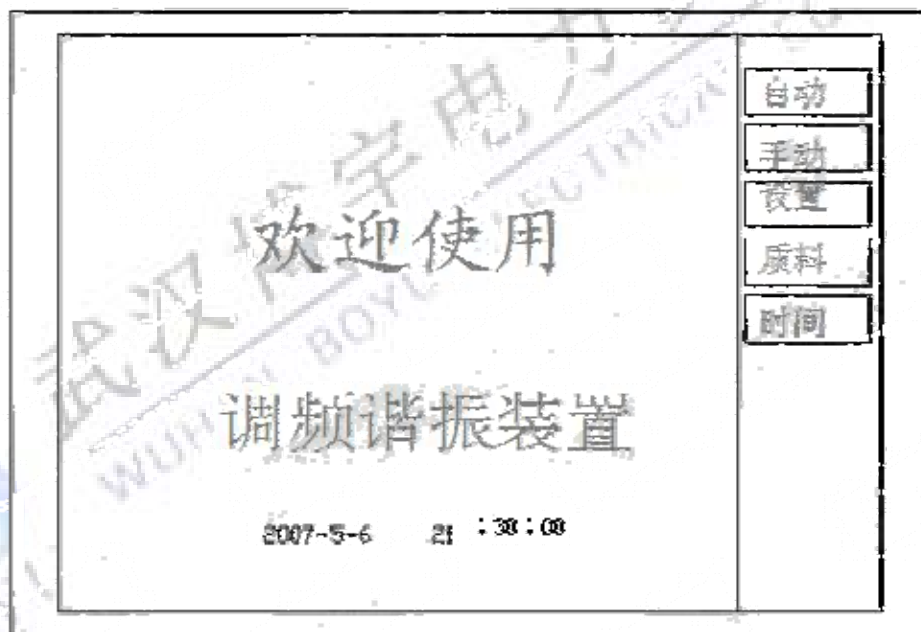
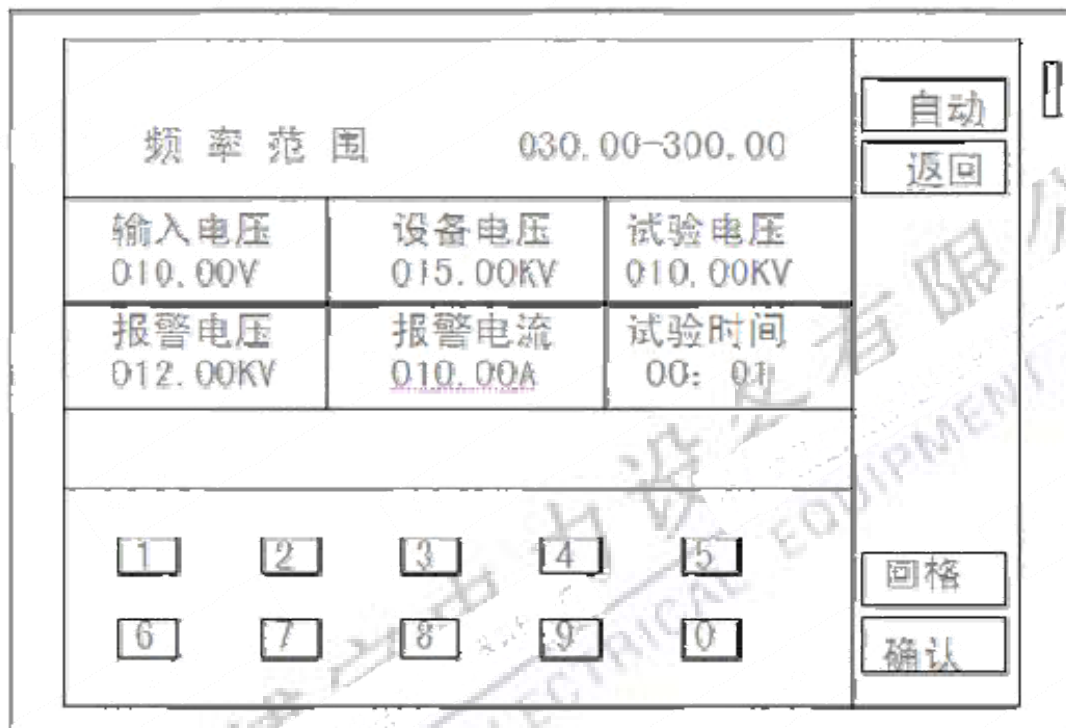

图2
图 3
#### 4.2.1. 开机后，液晶的显示界面如图 2 所示。
点击“设置”后，液晶的显示界面如图 3。
- **返回**：设置完成后返回到图 2 界面。
注意：因为你是第一次使用我们的设备，建议在在进行试验操作前仔细检查你的当次设置是否符合试验要求。具体做法就是在试验前你再次点击“**设置**”，进入图 3 界面，依次检查每一项参数，确认与试验要求符合后再点击“**返回**”进入待试验的图 2 界面。
进入图 2 界面，点击“自动”，进入下图 4 界面，点击“启动”，“确认”，则自动进行调谐、升压、计时、降压。